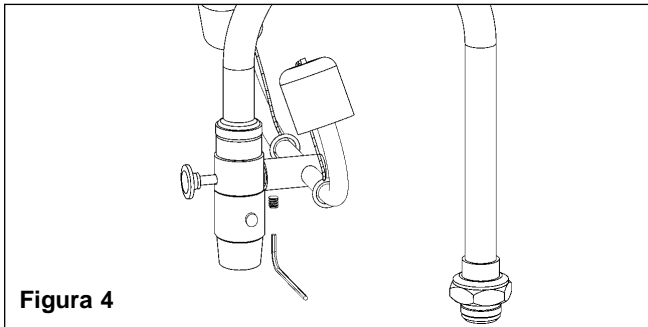

Figura 4
2. Conecte el cuerpo del lavador de ojos a la conexión que se encuentra en el adaptador del lavador de ojos (vea Figura 4). Asegúrese que los rociadores se encuentren dirigidos hacia los ojos del usuario.